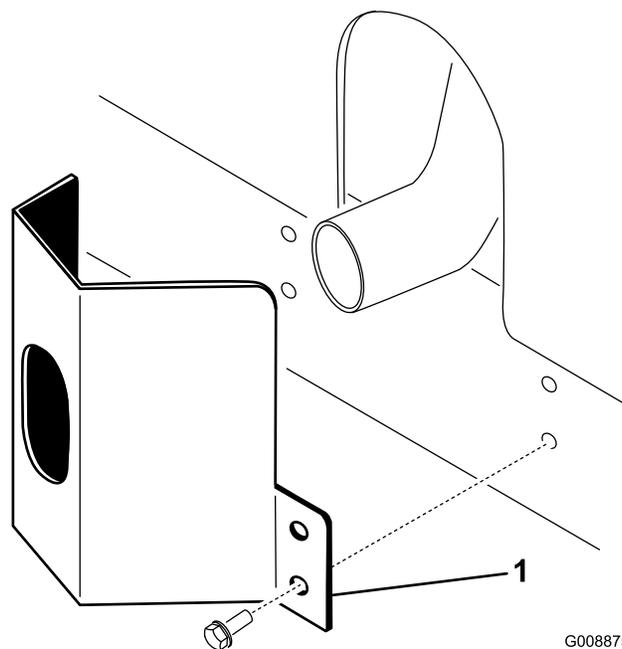

Рисунок 12
2. Закрепите ограждение выхлопа на раме с помощью 4 самонарезающих винтов (Рисунок 12).
1. Расположите ограждение выхлопа на глушителе, совместив монтажные отверстия с отверстиями в раме (Рисунок 12).